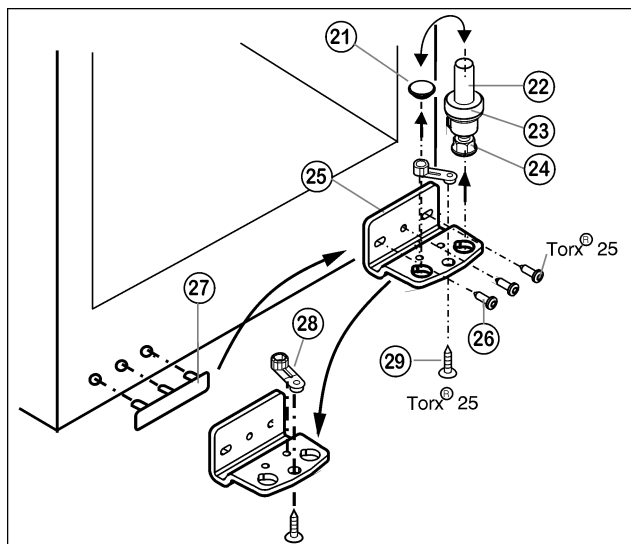

Fig. 7
- Lagerbolzen Fig. 7 (22) komplett, mit Scheibe Fig. 7 (23) und Stellfuß Fig. 7 (24), nach oben herausziehen.
- Stopfen Fig. 7 (21) abheben.
- Lagerbock Fig. 7 (25) abschrauben Fig. 7 (26).
- Lagerteil Fig. 7 (28) abschrauben Fig. 7 (29) und in das gegenüberliegende Aufnahmeloch des Lagerbocks umsetzen, wieder festschrauben.
- Griffseitige Abdeckung Fig. 7 (27) vorsichtig abheben und auf die Gegenseite umsetzen.
- Lagerbock Fig. 7 (25) auf der neuen Scharnierseite ggf. mit Hilfe eines Akkuschraubers **fest (mit 4 Nm)** wieder anschrauben.
- Stopfen Fig. 7 (21) in das andere Loch wieder einsetzen.
- Lagerbolzen Fig. 7 (22) komplett, mit Scheibe und Stellfuß, wieder einsetzen. Dabei darauf achten, dass der Rastnocken nach hinten zeigt.
- Tür von oben auf Lagerbolzen unten Fig. 7 (22) aufsetzen.
- Oberen Lagerbock (12) auf der neuen Scharnierseite in die Tür einsetzen.
- Oberen Lagerbock (12) **fest (mit 4 Nm)** anschrauben (2 mal Torx® 25) (13). Schraublöcher evtl. vorstechen oder Akkuschrauber verwenden.
- Abdeckung (10) und Abdeckung (11) jeweils auf der Gegenseite aufrasten.
- Die Tür evtl. über die beiden Langlöcher im Lagerbock unten Fig. 7 (25) fluchtend zum Gerätegehäuse ausrichten. Dazu mittlere Schraube herausdrehen.